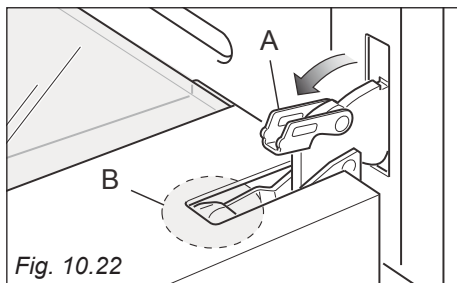

Fig. 10.22
- Aprire completamente la leva "A" delle cerniere destra e sinistra (fig. 10.22).